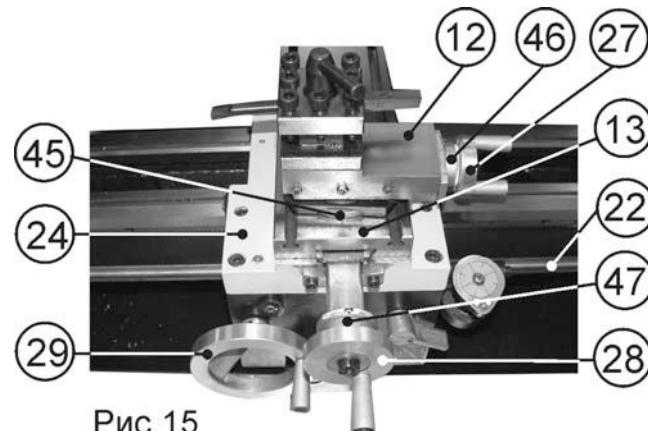

Рис.15
10.3.9. Обнуление лимбов (46,47) поперечного и поворотного суппортов производится вращением от руки соответствующего лимба до совмещения рисок нулевых отметок, Рис.15.